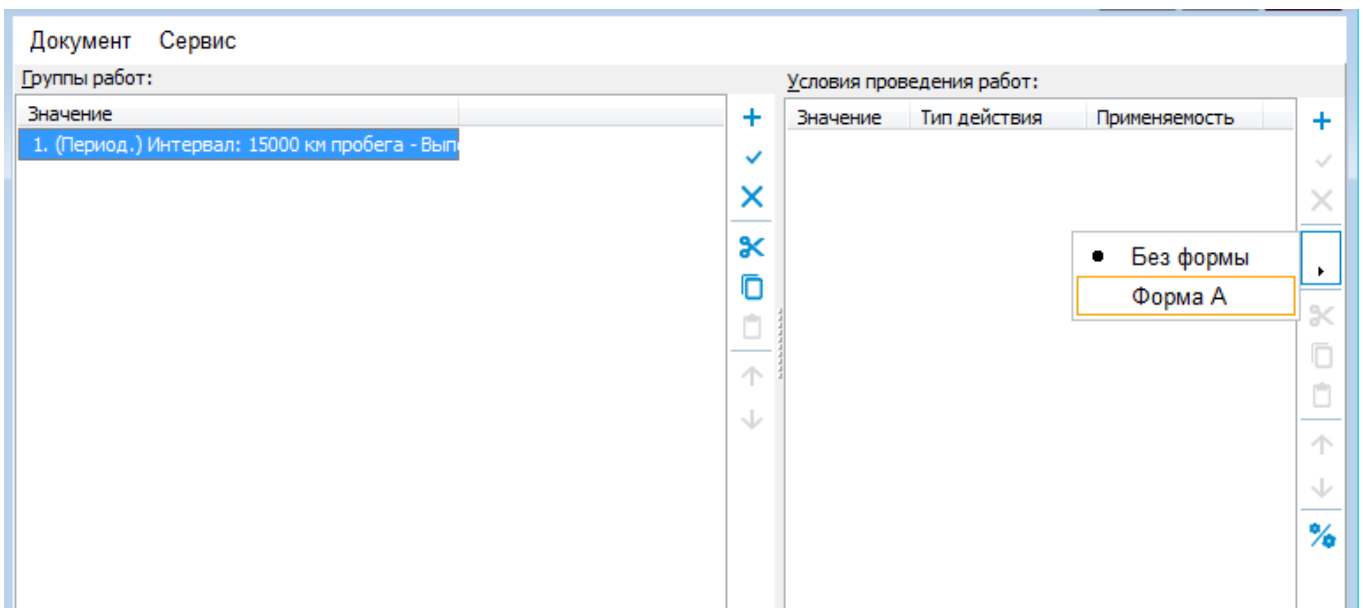

Рисунок 792
- 2) Нажмите на кнопку **Формы ТО** в правой части окна **Условия проведения работ** (рисунок 792).